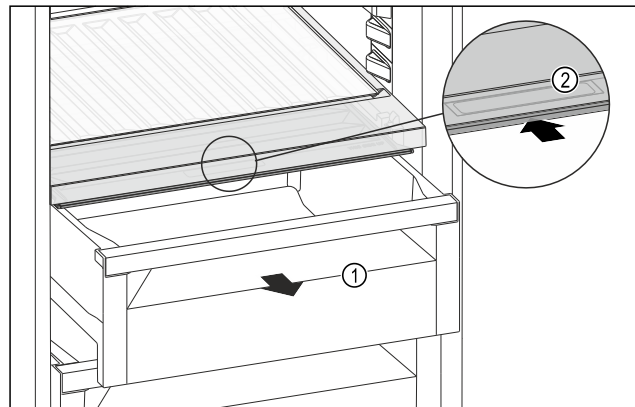

Fig. 156
- ▶ Schuifvak Fig. 156 (1) uittrekken.
- ▶ Greeplijst Fig. 156 (2) op het vakdeksel vastpakken en het vakdeksel gelijktijdig naar achteren schuiven.